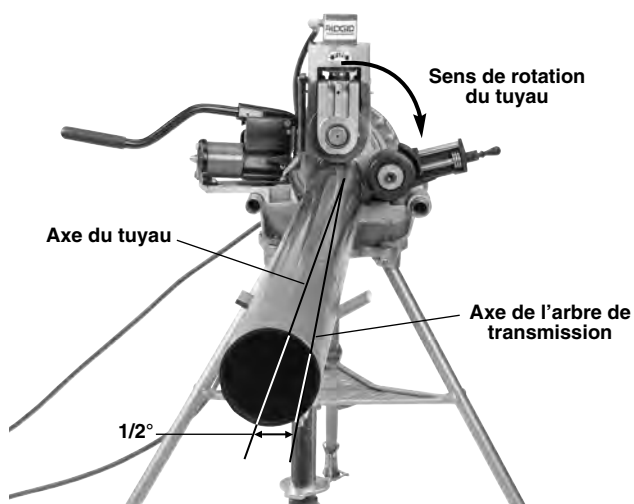

Figure 14 – Déport du tuyau de $\frac{1}{2}^\circ$ vers l'utilisateur (exagéré)
- Mettez le commutateur REV/OFF/FOR du système d'entraînement ou fileteuse utilisé à la position REV. Appuyez momentanément sur la pédale de commande. Le galet d'entraînement de la rainureuse devrait tourner en sens horaire (Figure 14), voire dans le sens indiqué par la flèche rotationnelle apposée sur la rainureuse. Si la rainureuse tourne en sens inverse ou que la pédale de commande ne
- Mode opératoire préféré – Commutateur en position REV :** Ramenez légèrement le tuyau et le (ou les) porte-tubes d'environ ½° vers l'utilisateur, soit d'un pouce par 10 pieds de longueur de tuyau. L'alignement du tuyau et de la rainureuse aidera à assurer le tracé approprié de la rainure en cours d'opération (Figure 14). Ceci est le déport nécessaire au rainurage des tuyaux en position REV et permet l'utilisation du stabilisateur.
- Augmentez légèrement le déport du tuyau (de $\frac{1}{2}^\circ$ à 1°) selon la *Figure 14*.